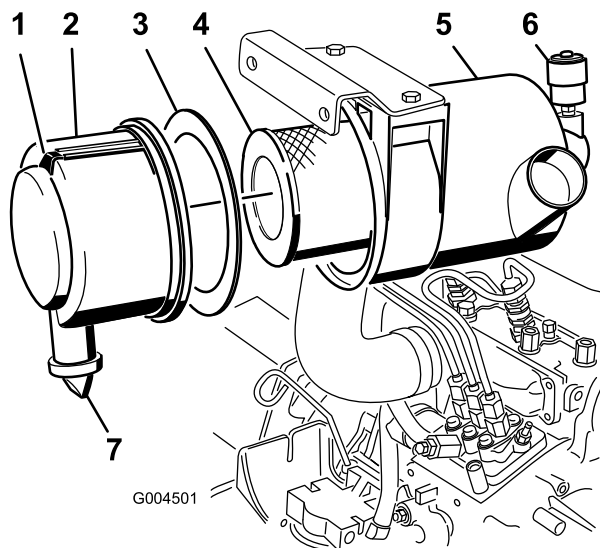

Figure 43
- Faites l'entretien du filtre à air quand l'indicateur de colmatage (Figure 43) est rouge ou toutes les 400 heures (plus fréquemment si vous travaillez dans une atmosphère extrêmement poussiéreuse ou sale). N'effectuez pas l'entretien du filtre à air trop souvent.
1. Tirez le verrou vers l'extérieur et tournez le couvercle du filtre à air dans le sens anti-horaire (Figure 43).
2. Déposez le couvercle du corps du filtre à air (Figure 43).
4. Déposez et remplacez l'élément principal (Figure 43).
6. Vérifiez que le joint en mousse est en place dans le couvercle et qu'il n'est pas déchiré ou endommagé (Figure 43). Remplacez-le s'il est endommagé.
A. Retirez la valve de sortie en caoutchouc du couvercle (Figure 43).
10. Réarmez l'indicateur de colmatage (Figure 43) s'il est rouge.